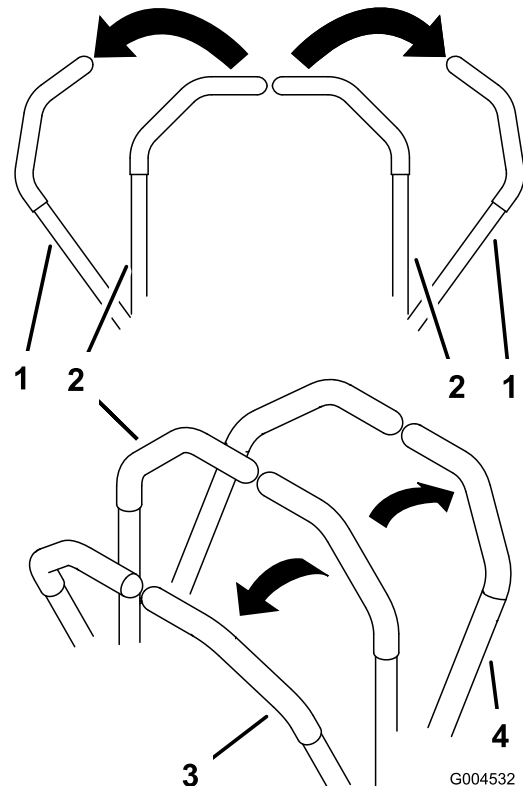

Bild 15
3. Schieben Sie für das Vorwärtsfahren die Fahrtriebshebel langsam vorwärts (Bild 15).
Wenden Sie zum Geradeausfahren auf beide Fahrtriebshebel denselben Druck an (Bild 15).
Bewegen Sie zum Wenden den Fahrtriebshebel in Richtung Neutral, in dessen Richtung Sie wenden möchten (Bild 15).
2. Ziehen Sie zum Rückwärtsfahren die Fahrtriebshebel langsam nach hinten (Bild 15).
Verringern Sie zum Wenden den Druck auf den Fahrtriebshebel an der Seite, in deren Richtung Sie wenden möchten (Bild 15).